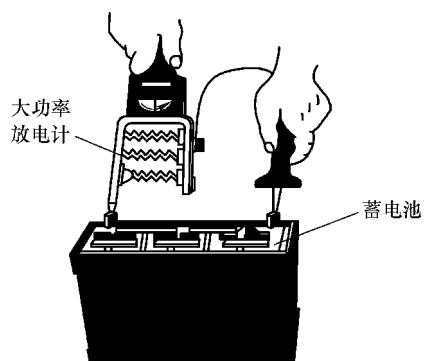

图3-4 测试蓄电池放电情况
- (1) 使用大功率放电计测试蓄电池故障 将12V大功率放电计的两个叉尖用力紧压在蓄电池正负接线柱上, 时间不超过5s, 观察蓄电池大电流放电时的端电压, 如图3-4所示。